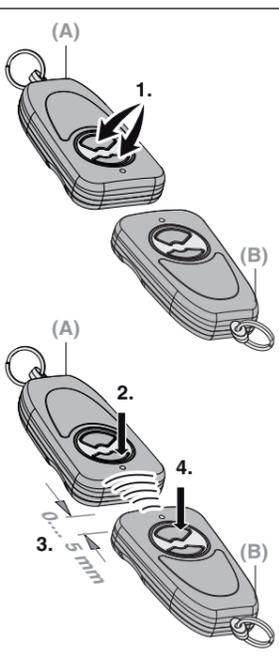

Fig. 3
- Paina käsilähettimen painiketta (2). Painikkeeseen liitetty toiminto (esim. oven auki/kiinni) suoritetaan.
4.3 Painiketoiminnon kopioiminen (fig. 3)